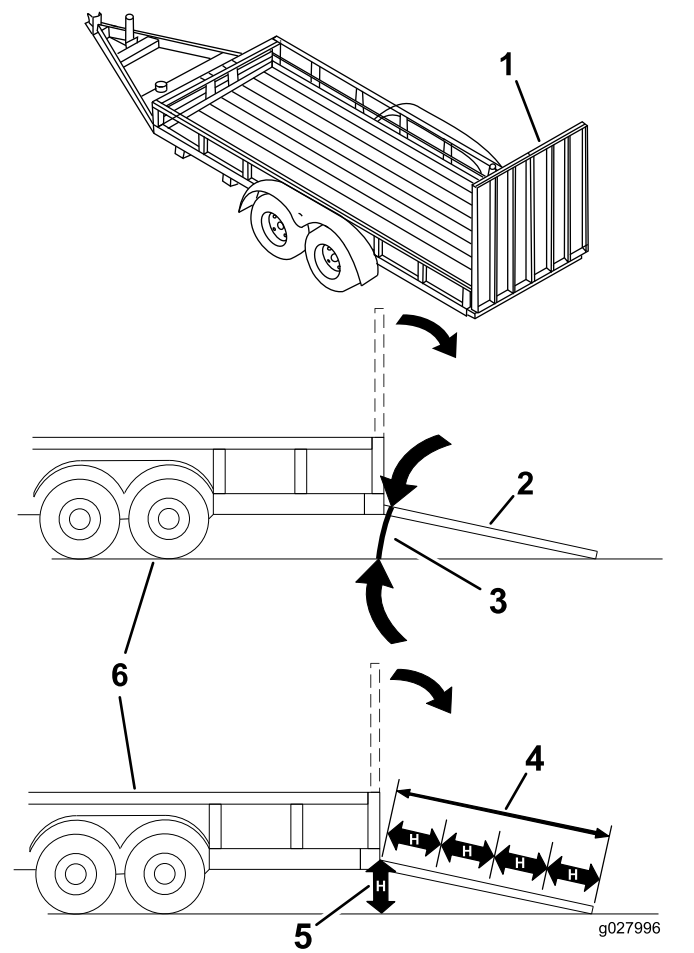

Figura 42
El cargar la máquina en un remolque o un camión aumenta la posibilidad de un vuelco y podría causar lesiones graves o la muerte (Figura 42).
3. Baje la rampa, asegurándose de que el ángulo entre la rampa y el suelo no supera los 15 grados (Figura 42).
1. Baje la rampa, asegurándose de que el ángulo entre la rampa y el suelo no supera los 15 grados (Figura 42).